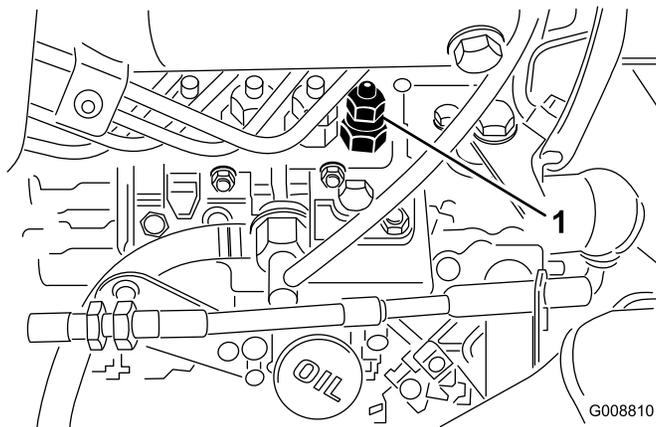

Figura 56
1. Desaperte a tubagem ligada ao bico do injector número 1 e à estrutura de suporte da bomba de injeção (Figura 56).